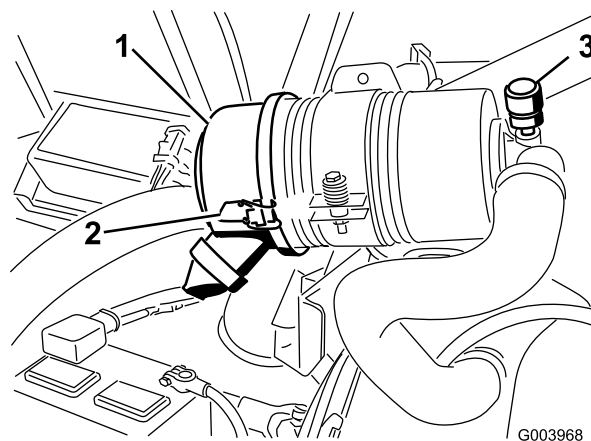

Figura 38
Faça a manutenção ao filtro de ar apenas quando o indicador de manutenção (Figura 38) o exigir. Mudar o filtro de ar antes de ser necessário apenas aumenta a possibilidade de entrar sujeira no motor quando se retira o filtro.
1. Liberte os trincos que fixam a cobertura do filtro de ar ao respectivo corpo (Figura 38).